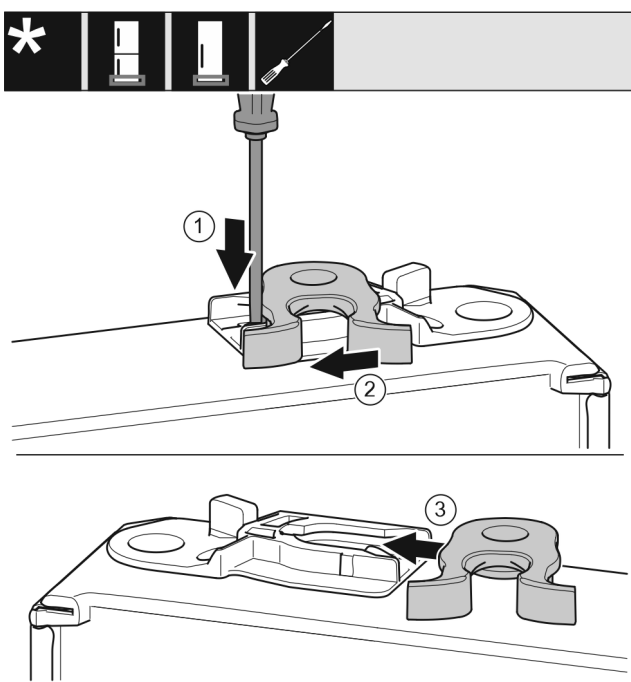

Fig. 16
- Plochým skrutkovačom zatlačte strmeň nadol. Fig. 16 (1)
- Zatvárací hák vyťahnite z vedenia. Fig. 16 (2)
- Zatvárací hák zasuňte na druhej strane do vedenia. Fig. 16 (3)